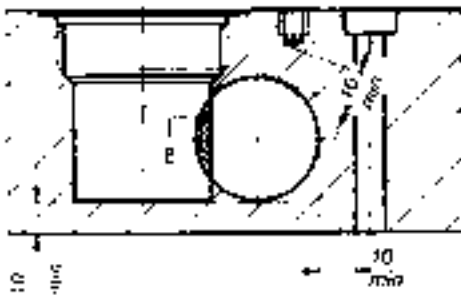

Bild 12.2
- Überdeckung "B" der Verbindungsbohrung (siehe Bild 12.2) sollte mindestens 5 % des Querschnitts der größten Bohrung betragen bzw. mind. 1,5 cm \leq . Bohrungsdurchmesser muss mindestens 6 mm betragen.